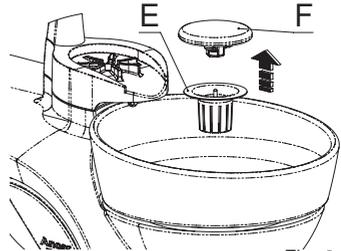

Fig. 9
Afin d'éviter les éclaboussures et le passage de solides, le crachoir est équipé d'un filtre (E) et d'un bouchon (F), tous deux situés au niveau de l'écoulement (fig. 9).